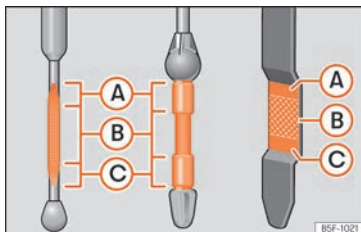

Fig. 282 Varilla de medición del nivel de aceite.
– A continuación, vuelva a extraerla y compruebe el nivel de aceite »» **fig. 282**. En caso necesario, reponga aceite del motor.
- Cuando el nivel de aceite alcance como mínimo la zona » » » **fig. 282 (B)**, enrosque el tapón de la boca de llenado con cuidado » » » **⚠**.
Si el nivel de aceite se encuentra por encima de la zona » » » **fig. 282 (A)**, no arranque el motor. Puede causar daños en el motor y en el catalizador. Informe a un taller especializado.
El nivel de aceite no deberá estar en ningún caso por encima de la zona » » » **fig. 282 (A)**. De no ser así, podría aspirarse aceite por el respiradero del cárter del cigüeñal y llegar